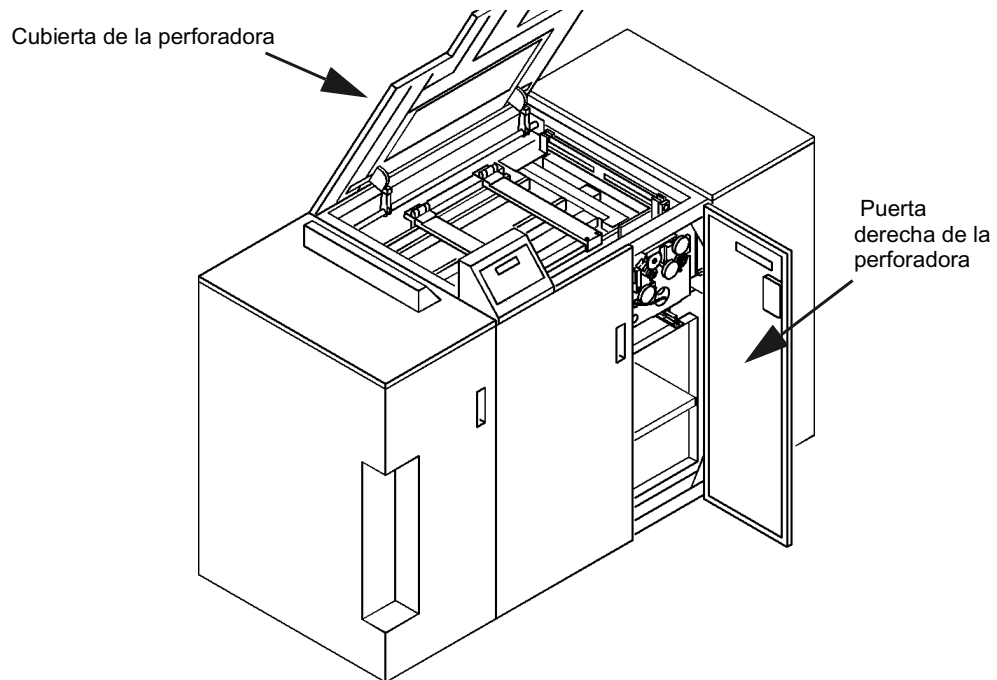

Figura 2-1: Puerta y Cubierta de la perforadora abiertas
- 1 Abra la puerta derecha de la perforadora como aparece en la figura 2-1.
- 2 Abra la cubierta de la perforadora como aparece en la figura 2-1.